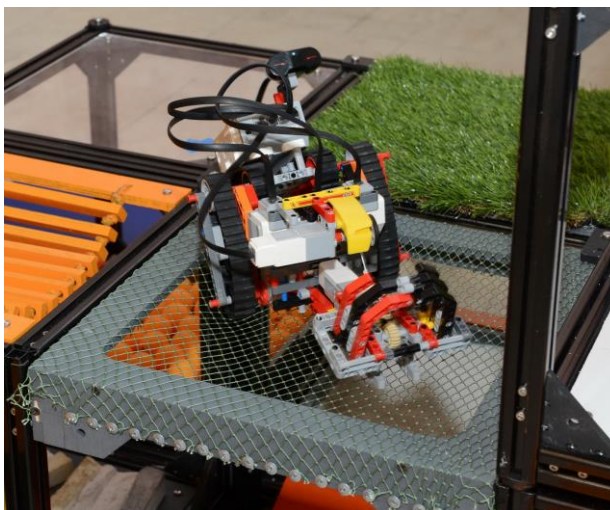

Рисунок 8 - «Сетка»
- 1.5.7. **Сетка** – участок представляющий собой короб, затянутый капроновой сеткой (рисунок 8). Габариты короба 400x400x40. Размеры одной ячейки сетки – 1 см2.